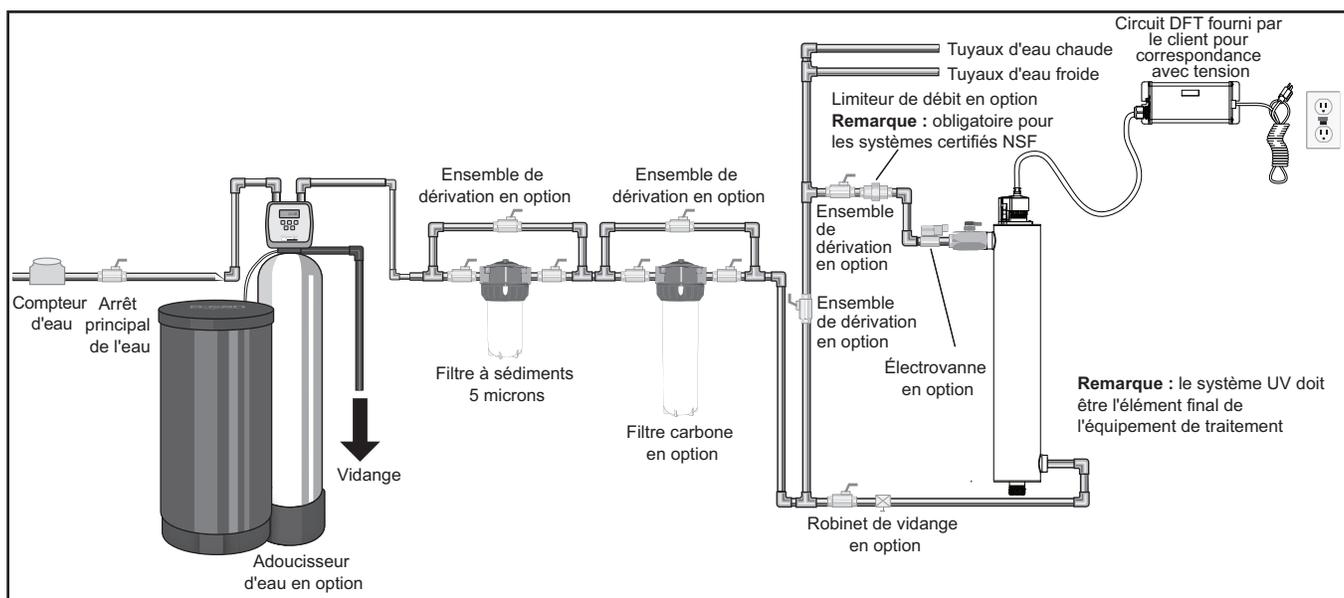

Figure 3 Système de Traitement UV
1. Figure 3 décrit l'installation d'un système de UV et des composants connexes qui peuvent être utilisés pour l'installation. L'utilisation d'un ensemble de dérivation est recommandée dans le cas où le système nécessite une maintenance « hors ligne ». Dans ce cas, système nécessite une désinfectante supplémentaire pour le système de distribution si de l'eau est utilisée pendant la dérivation. De plus, pendant la dérivation, l'eau NE sera PAS traité et une étiquette « NE PAS CONSOMMER L'EAU » doit physiquement être installée sur l'ensemble de dérivation jusqu'à ce que le système soit assaini et à nouveau en service. Pour plus d'informations, consultez la Section 3.2. Si l'eau doit être consommée pendant que le système est hors ligne, l'eau doit être bouillie pendant vingt minutes avant d'être consommée.